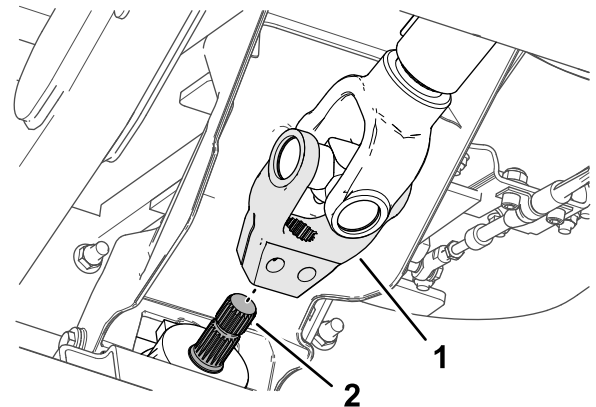

図 18
5. 駆動シャフトのヨークについているスプラインを、アタッチメントの入力シャフトに合わせて 図 18、ヨークをシャフトに取り付ける。